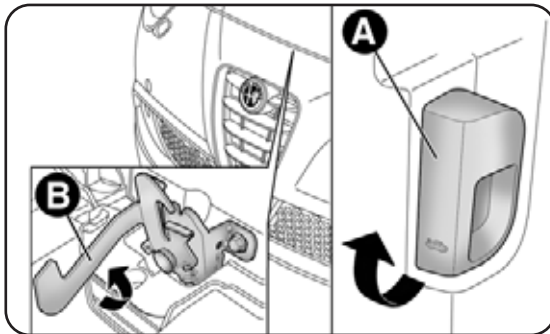

fig. 66
- tire de la palanca A-fig. 66 en el sentido indicado por la flecha;